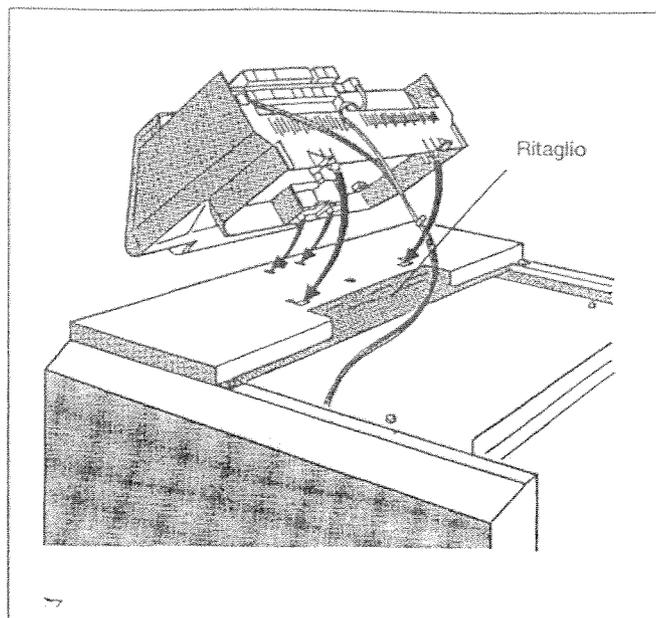

Fig. 7: Montare l'apparecchio di regolazione
- Montare l'apparecchio di regolazione sulla copertura caldaia anteriore in modo tale che i ganci presenti nella parte inferiore dell'apparecchio di regolazione si inseriscano anteriormente nei fori ovali (Fig. 7).
Montare i tubi capillari delle sonde di temperatura e, in caso di regolazione "Ecomatic", la linea della sonda di temperatura dell'acqua di caldaia nel ritaglio della copertura caldaia anteriore (Fig. 7).
- Tirare in avanti l'apparecchio di regolazione e contemporaneamente premerlo verso il basso fino alla presa di entrambi i ganci elastici nei fori posteriori (Fig. 7).